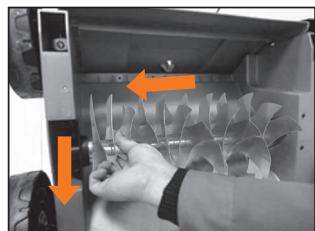

Рис. 5
2. Отведите вал в сторону и вытащите, как показано на рис. 5.